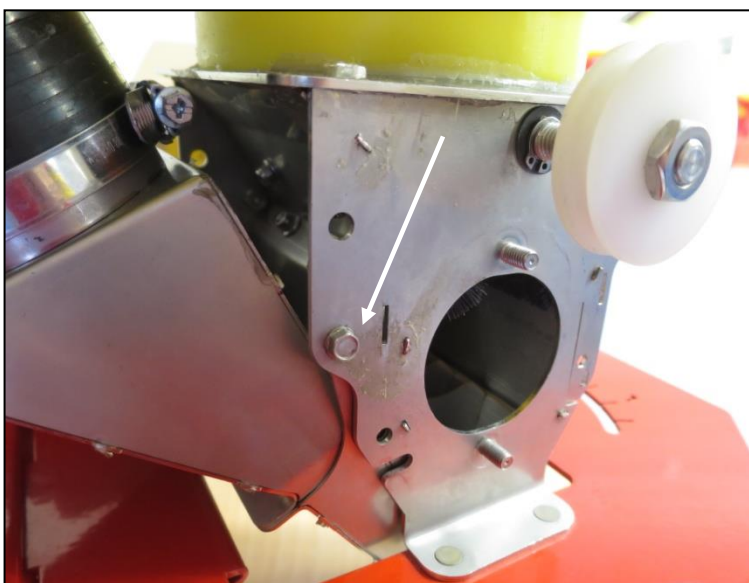

Abb.: 147
- Montieren Sie nun den Luftkanal von unten durch die große Öffnung und fixieren Sie diesen beidseitig mit je einer Sechskantschraube (auf Abb.: 147 gekennzeichnet).